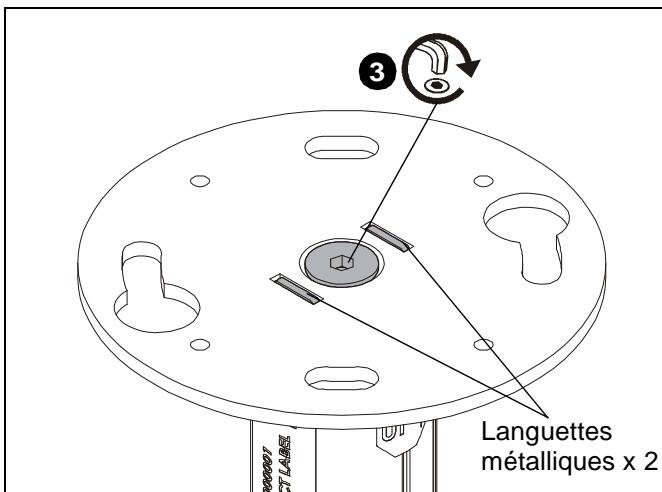

Figure 2
3. Serrez la vis sur le dessus de la plaque du CPA116 pour fixer complètement la plaque à la tige du connecteur. (Voir la Figure 2)
**IMPORTANT !** : Pour assurer un raccordement sûr, assurez-vous que les languettes métalliques sont bien visibles après avoir serré le boulon. (Voir la Figure 2)